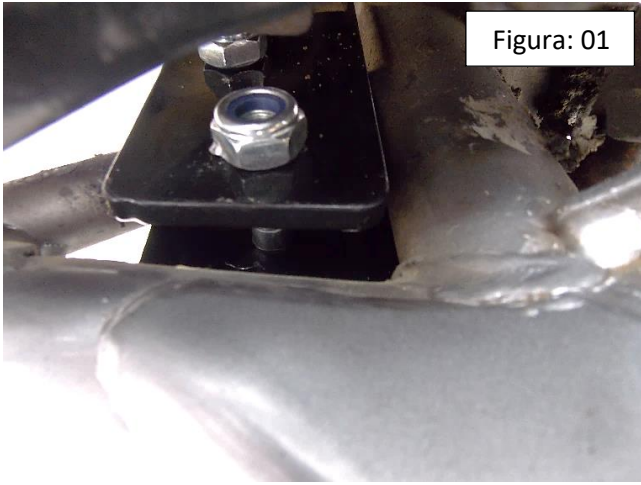

Figura: 01
**01-**Insira a chapa de fixação menor (item 03) abaixo do motor, observe Fig. 01;